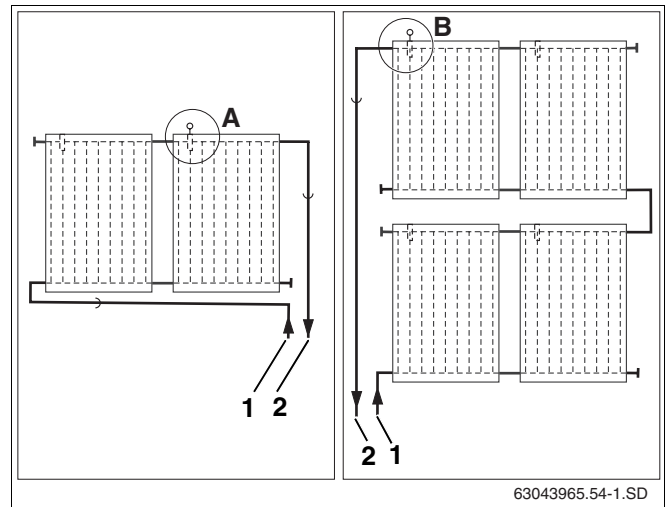

Fig. 53 Punto de montaje de la sonda del colector (representación esquemática)
Tenga en cuenta el lugar de instalación en el caso de montar una o dos filas de colectores en serie (fig. 53).
La sonda del colector debe montarse en el colector con la tubería de impulsión conectada (fig. 53, **pos. 2**).
- Lugar de instalación (fig. 53, **pos. A**) en el caso de una fila de colectores.
- Lugar de instalación (fig. 53, **pos. B**) en el caso de dos filas de colectores.